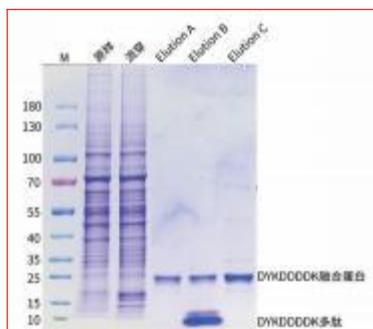

图 3.Magneti-QDYKDDDDK 标签蛋白纯化试剂盒纯化胞内蛋白的 SDS-PAGE 电泳图
- 5) 对洗脱产物进行 SDS-PAGE 电泳, 结果请见图 3。